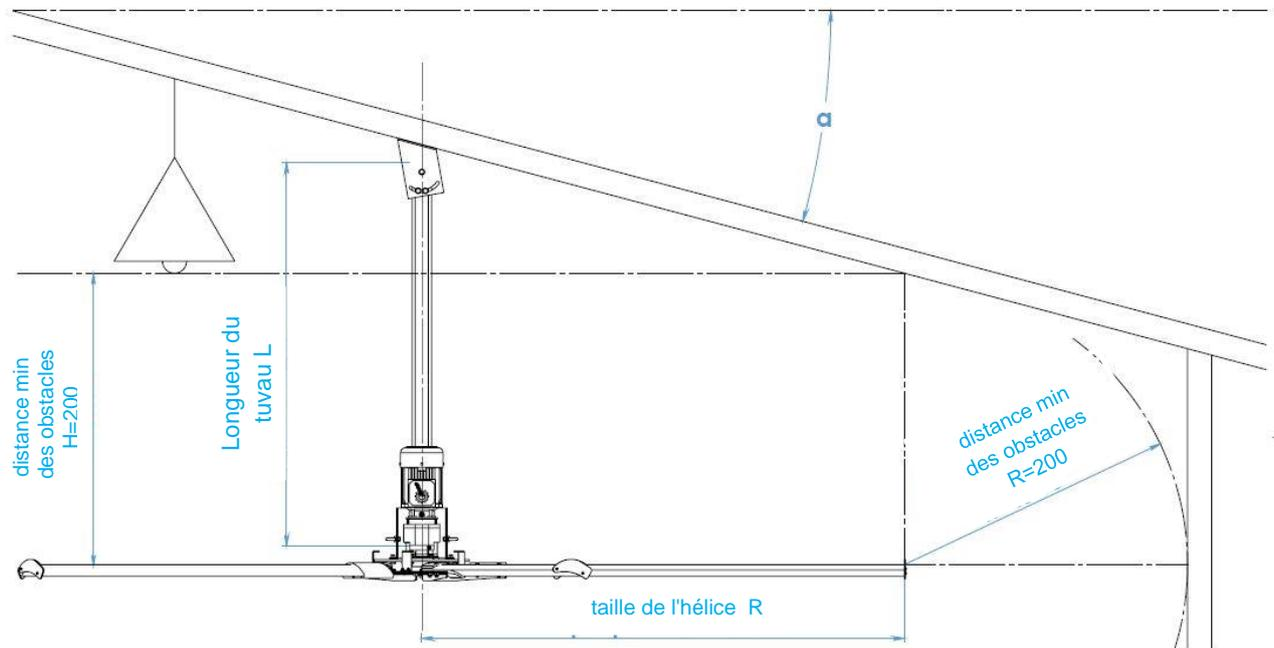

Fig.7
- en ce qui concerne l'espacement minimum du ventilateur, veuillez vous reporter à la Fig.7 au chapitre 5.4